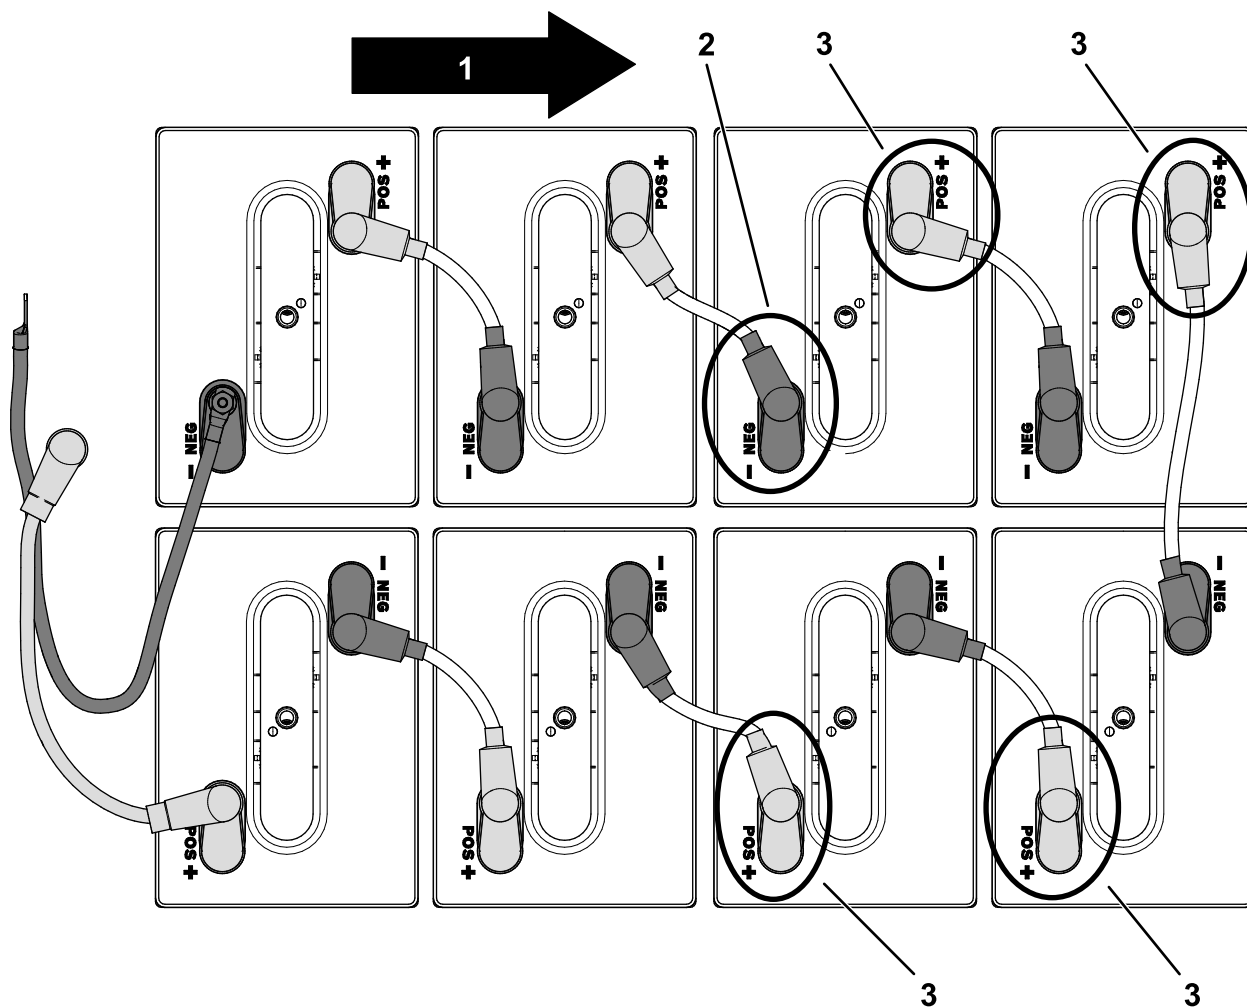

Figura 99
Importante: Asegúrese de que las baterías estén instaladas con la misma orientación que tenían cuando se retiraron; consulte Figura 99.
4. Conecte el terminal positivo (+) de las 4 baterías delanteras en la bandeja de baterías delantera (Figura 99).
5. Conecte el terminal negativo (-), según se muestra en Figura 99.